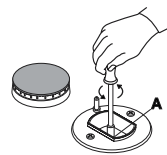

fig.9
- løs dyserne (fig. 9) ved hjælp af en 7 mm topnøgle. Udskift herefter dyserne med de dyser, som er egnede til den nye gastype (se tabel 1 "Specifikationer for gasblus og dyser"). genmonter delene ved at udføre handlingerne modsat.